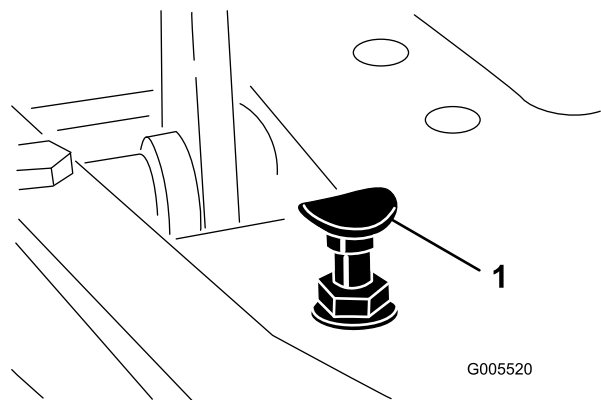

Bild 42
1. Stellen Sie den Funktionsschalthebel in die TRANSPORT-Stellung. Lösen Sie die Sicherungsmutter, mit der der Pedalanschlag an der Bodenplatte befestigt ist (**Bild 42**).
Stellen Sie den Funktionsschalthebel in die TRANSPORT-Stellung und treten Sie auf das Fahrpedal, um die maximale Transportgeschwindigkeit zu erreichen. Wenn das Pedal den Anschlag erreicht (**Bild 42**), bevor das Kabel gespannt ist, führen Sie folgende Einstellungsschritte aus: